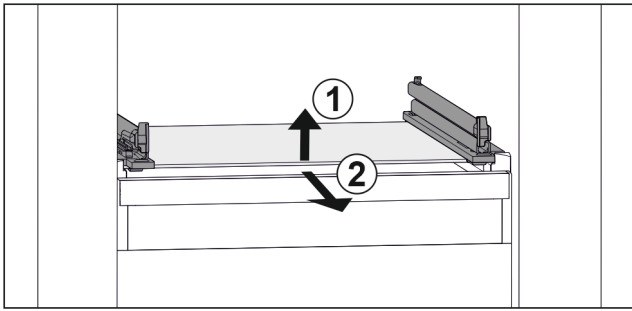

Fig. 43 Beispielhafte Darstellung der Glasplatte
- ▶ Glasplatte vorne anheben. Fig. 43 (1)
- ▶ Glasplatte nach vorne entnehmen. Fig. 43 (2)